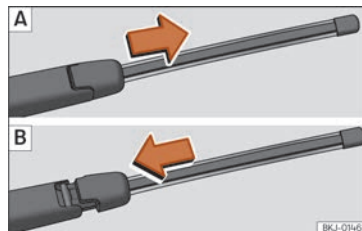

Fig. 82 Retirer et mettre en place le balai d'essuie-glace arrière.
- Faites glisser l'adaptateur du balai dans le sens de la flèche et retirez le balai »» fig. 82 A.
- » » **fig. 82 B** puis faites glisser l'adaptateur jusqu'à ce qu'il s'emboîte.